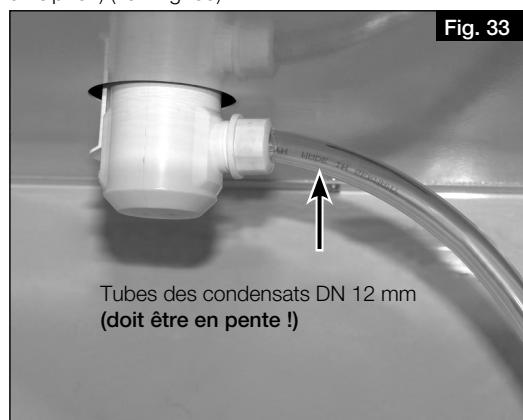

Fig. 33
6. Raccorder le tube des condensats (longueur max. 1,5 m) au système d'évacuation des eaux usées du bâtiment (à un siphon) (voir Fig. 33).